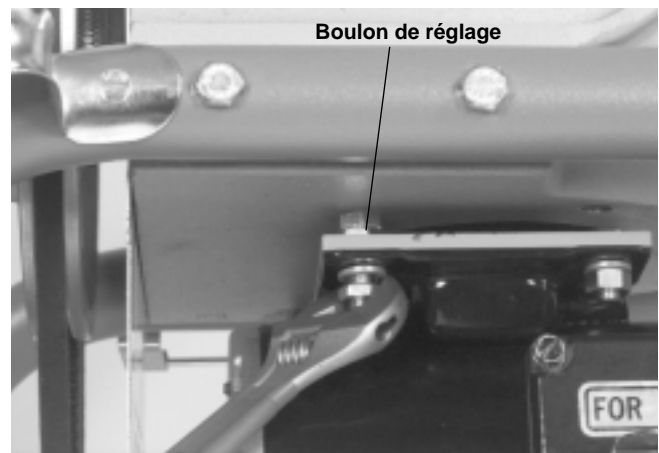

Figure 15 – Réglage de la courroie d'entraînement
2. Desserrez l'écrou de blocage, tournez le boulon de réglage lentement jusqu'à ce que la courroie se tende, puis serrez l'écrou de blocage (Figure 15).